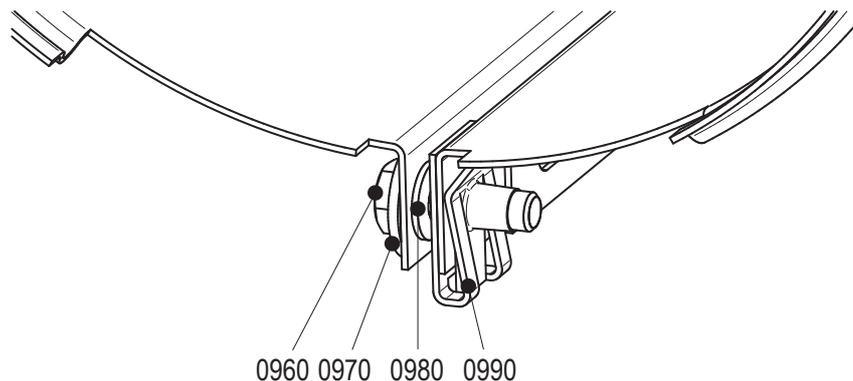

Figura 15: Inserimento camicia.
- 1 Allentare le viti (0960). Vedere la la figura 15.
- 3 Chiudere la camicia e serrare la vite (0960). Vedere la figura 15.
- 5 Chiudere la camicia e serrare la vite (0960). Vedere la figura 15.